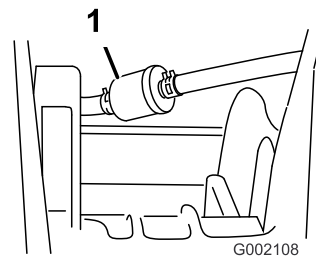

Figura 44
5. Retire as braçadeiras que fixam o filtro de combustível às tubagens (Figura 44).